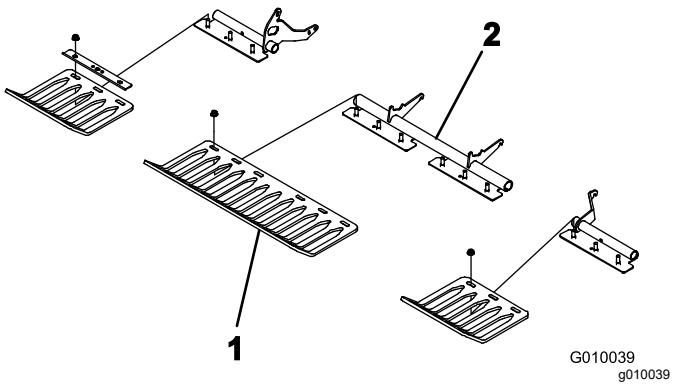

**Figure 24**
- Fixez un porte-louchets sur chaque bras d'aération (Figure 24) à l'aide de 3 boulons ( $\frac{1}{2} \times 1\frac{1}{4}$  po). Serrez les boulons à 101,6 N·m (75 pi-lb).